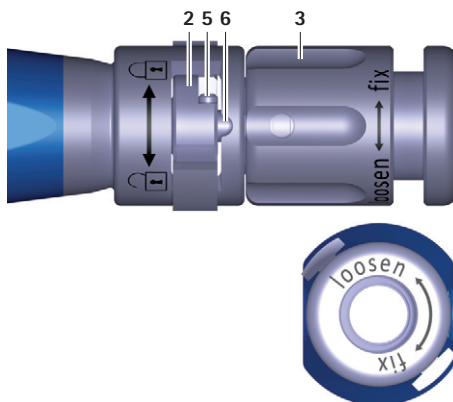

Fig. 1 Visualização de proximidade do instrumento introdutor, comutador aberto
- Rodar a porca giratória 3 no instrumento introdutor A no sentido contrário ao dos ponteiros do relógio (sentido "loosen"), para empurrar a barra 6 para a frente, ver Fig. 1.
- ▶ Rodar o comutador **2** para a esquerda (sentido ) , ver Fig. 1.
- ▶ Rodar o comutador **2** para a esquerda (sentido ↶), ver Fig. 1.
- ▶ Verificar a posição para acoplar o instrumento introdutor **A**, ver Fig. 1.